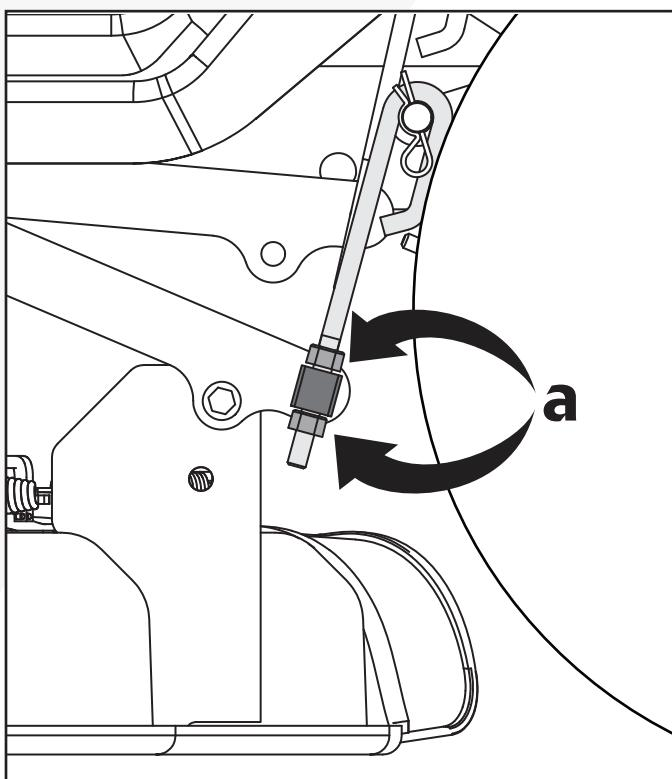

Fig. 26
3. Gire las tuercas de ajuste hacia arriba para subir o hacia abajo para bajar el lado izquierdo de la plataforma de corte. (a, Fig.26)